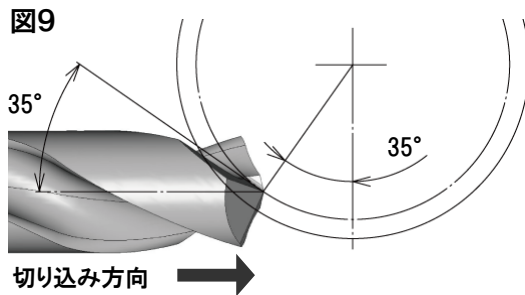

図9
- 砥石の上下方向の位置は、シンニング部のドリル軸からの開き角が 35° となるよう図 9 に示すように合わせます。
- 図 9 の矢印方向にテーブルをスライドさせて砥石にドリルを押しつける要領で行います。切込みはストッパー等で切込み端を調整しながらゆっくり行います。